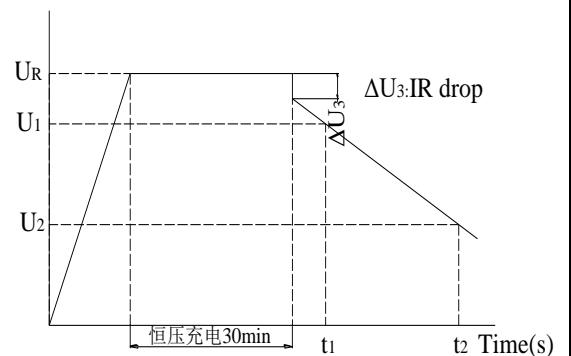

图 2 充放电曲线图
- (1) 将转换开关 S 切换到恒流/恒压源，以 3 mA 的电流给待测电容器恒流充电；
- (2) 在待测电容器的电压达到额定电压  $U_R$  后恒压充电 30min；
- (3) 在恒压充电 30min 后，将转换开关 S 切换到恒流放电装置以 3 mA 的电流恒流放电；测量电容器两端电压从放电开始到  $U_1$  (4.4 V) 和  $U_2$  (2.2 V) 的时间  $t_1$  和  $t_2$ ，如图 2 所示，根据下式计算电容器的容量：